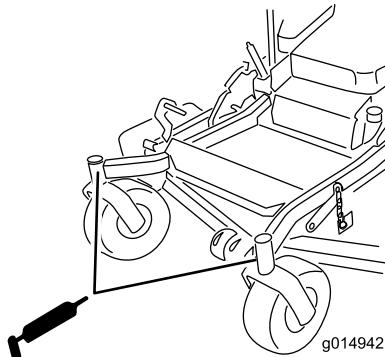

図 34
- 穴からグリスニップルを取り外す。六角プラグとキャップを取り付ける（図 34）。